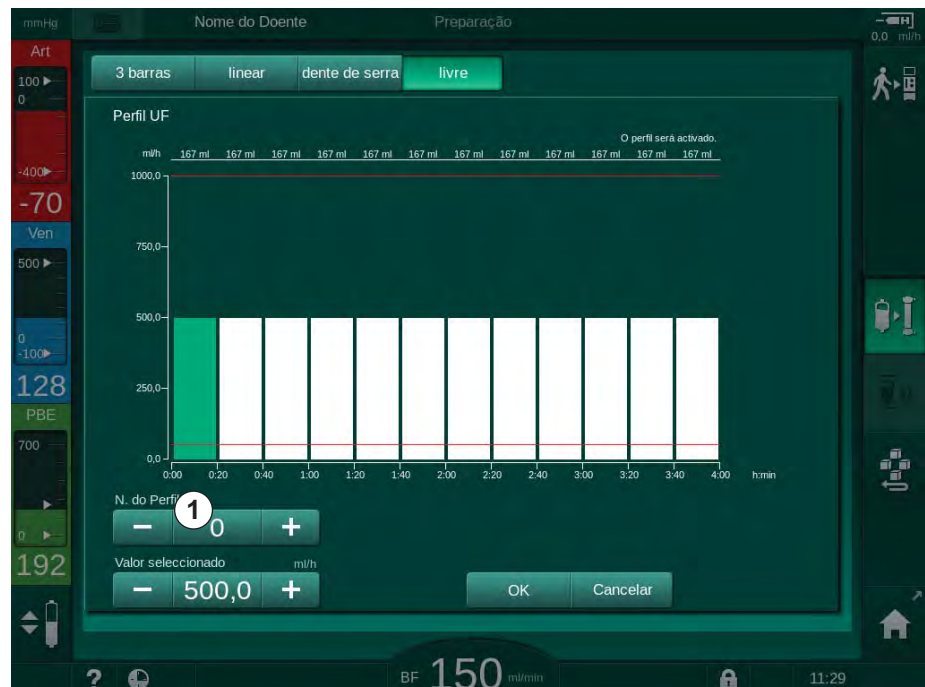

Fig. 5-15 Seleção de perfil UF
4. Para seleccionar um dos 10 perfis de edição livre predefinidos, toque no botão + ou - na caixa do grupo *N.º do Perfil* (Fig. 5-15 , ①) ou introduza o número do perfil de 1 a 10 diretamente no campo.